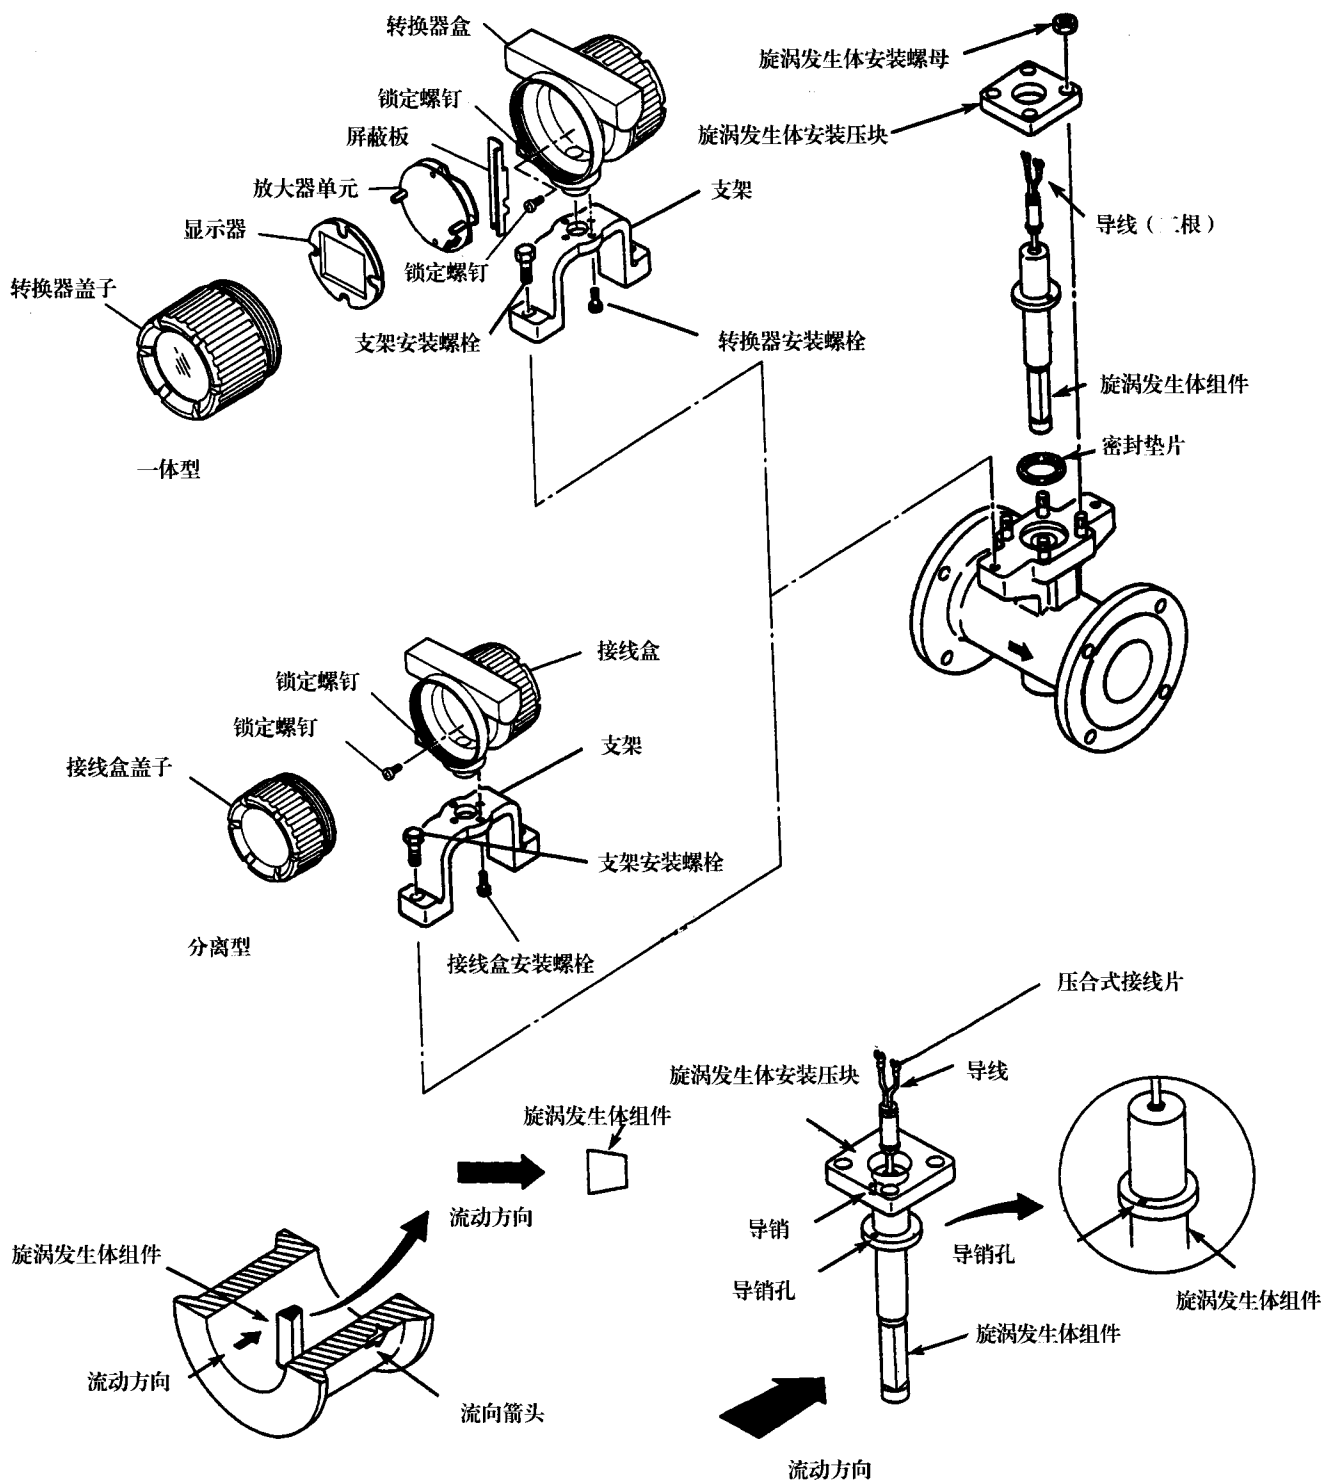

图 8.1 拆卸和重装旋涡发生体示意图
- (1) 取下转换器盖子
- (2) 如果是一体型流量计，首先旋掉端子螺钉，然后拆下连接在放大器上的导线，并旋松四只螺钉后拆下放大器。如果是分离型流量计，用同样的方法拆下接线盒盖。
- (3) 旋下支架安装螺栓，连同支架一起把接线盒取下。取下接线盒时，当心别损坏连在发生体组件上的导线。
- (4) 旋下旋涡发生体组件的安装螺栓或螺母，并取下发生体组件。
- (5) 重新安装旋涡发生体组件时，只要逆上述顺序进行，但要切实遵守下述事项：
- b. 旋涡发生体安装压块上的导销必须对准发生体上的导销孔，见图 8.1。导销用于 1~4 英寸的流量计上。
- c. 旋涡发生体组件的安装方法见图 8.1。